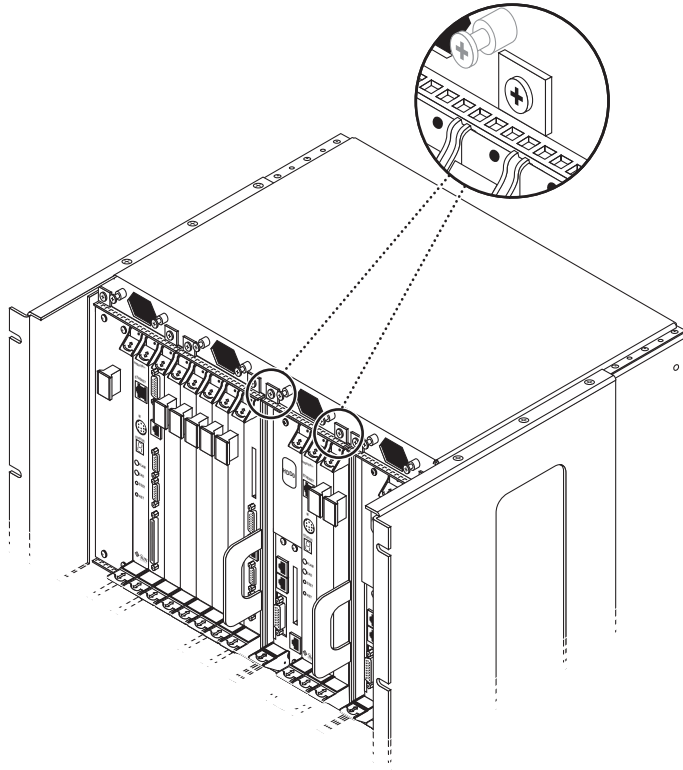

ABBILDUNG 3-8 Festziehen der Schrauben am oberen Rand des Netra ct 400 Servers
- Wenn Sie einen Netra ct 400 Server einbauen, ziehen Sie die *zwei* schwarzen Befestigungsschrauben an der Oberseite des Servers fest (ABBILDUNG 3-8).